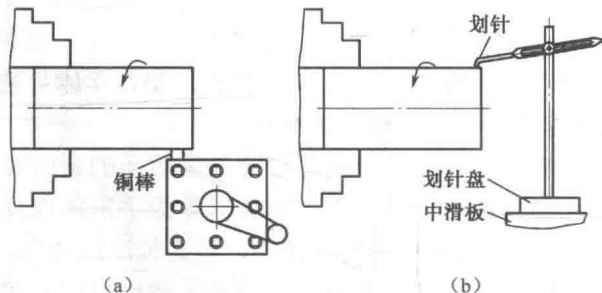

图 1.1.7 毛坯的找正
(1) 目测粗略找正: 启动车床, 转速约 250 r/min, 注视工件上表面晃动的虚影, 用木槌轻敲上跳的表面虚影, 直到工件转动平稳为好。
(2) 用铜棒靠正: 如图 1.1.7 (a) 所示, 刀架上装夹一根铜棒 (或其他软质材料), 启动车床, 转速约 100 r/min, 移动中滑板使铜棒缓慢靠近工件表面, 直到工件旋转稳定为好。
(3) 用划针盘找正: 如图 1.1.7 (b) 所示, 划针盘放在中滑板上, 调整划针尖靠近工件上表面, 手动缓慢转动卡盘, 注视工件上表面与划针尖的距离, 用木槌轻敲工件找正, 反复检查。